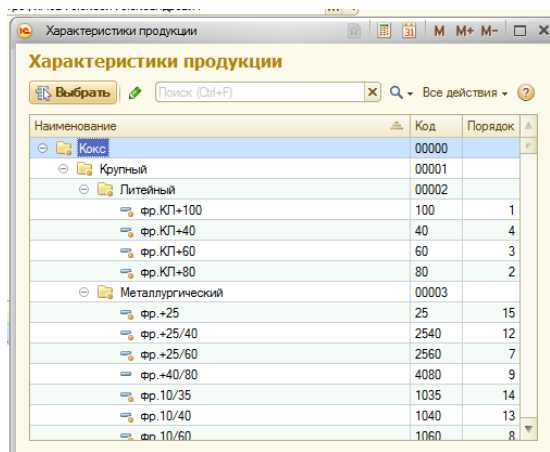

Рисунок 59
3.10.4.8 «фракция» – из выпадающего окна выбрать наименование фракции кокса, нажав левую клавишу мыши, после этого нажать на указатель  (рисунок 59);